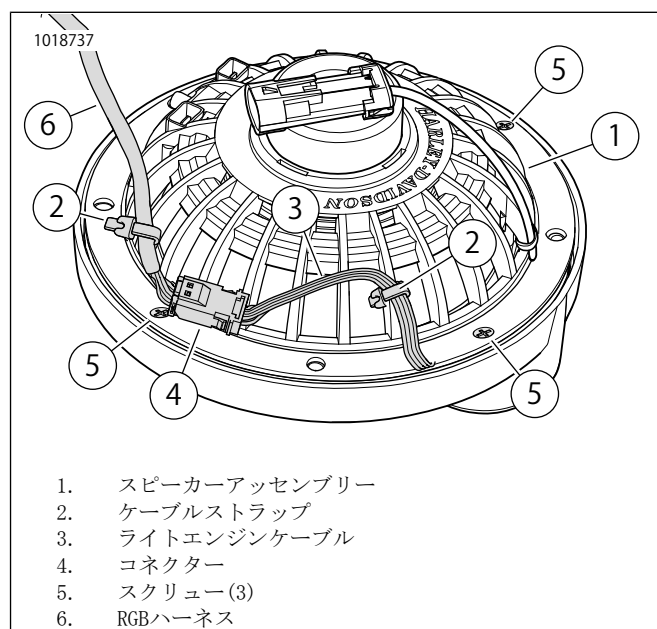

図27。スピーカーの裏、ケーブル、ケーブルストラップ
- a. 図27を参照してください。ライトエンジン(3)からRGBハーネス(6)までコネクタ(4)を接続します。